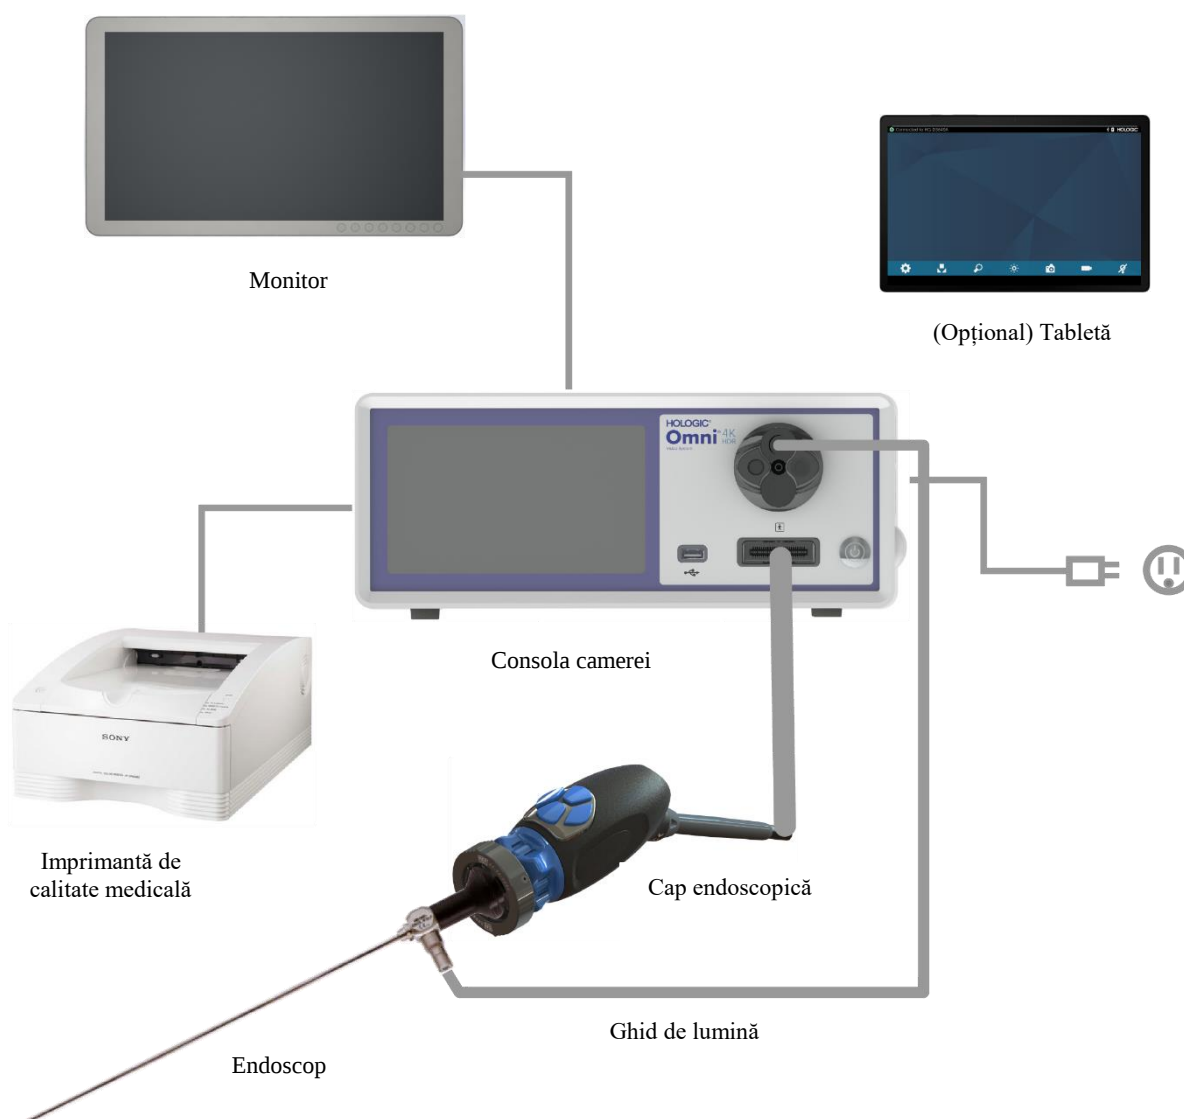

Figura 1 – Ilustrație a instalării/configurării sistemului
O procedură de instalare tipică este ilustrată în Figura 1 pentru referință.
- Utilizați Figura 1 și etichetele de pe panoul posterior ca ghid pentru conectarea altor echipamente compatibile, dacă doriți.